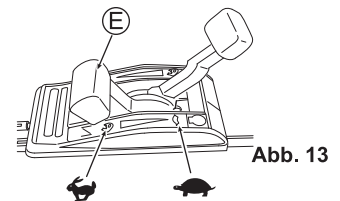

Abb. 13
- Vergewissern Sie sich, dass niemand hinter Ihnen steht, wenn Sie am Startergriff (V) ziehen.
- Umfassen Sie den Startergriff (V) mit festem Griff, wenn Sie daran ziehen.
- Lassen Sie den Startergriff (V) langsam zurück in die Ausgangsposition.
5. Lassen Sie den Motor etwas warmlaufen, bevor Sie die Maschine verwenden. Nach dem Warmlaufen des Motors können Sie mit dem Mähen beginnen, indem Sie den Gashebel (E) auf "II" stellen. (Siehe Abb. 13)